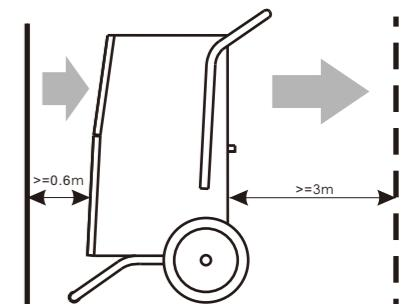

FIG. 2
- Al fine di ottenere la massima efficienza, le distanze minime consigliate dalle pareti per i lati di aspirazione e scarico dell'aria sono rispettivamente di 0,6 e 3 m (vedere FIG. 2).